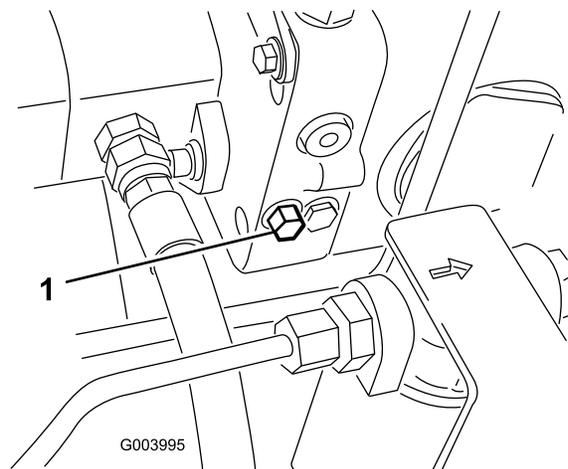

Рисунок 37
1. Перепускной клапан расположен с левой стороны гидростата (Рисунок 37). Чтобы открыть клапан и обеспечить внутренний перепуск масла, поверните болт на 1,5 оборота. Поскольку производится перепуск жидкости, машину можно медленно двигать без повреждения трансмиссии.